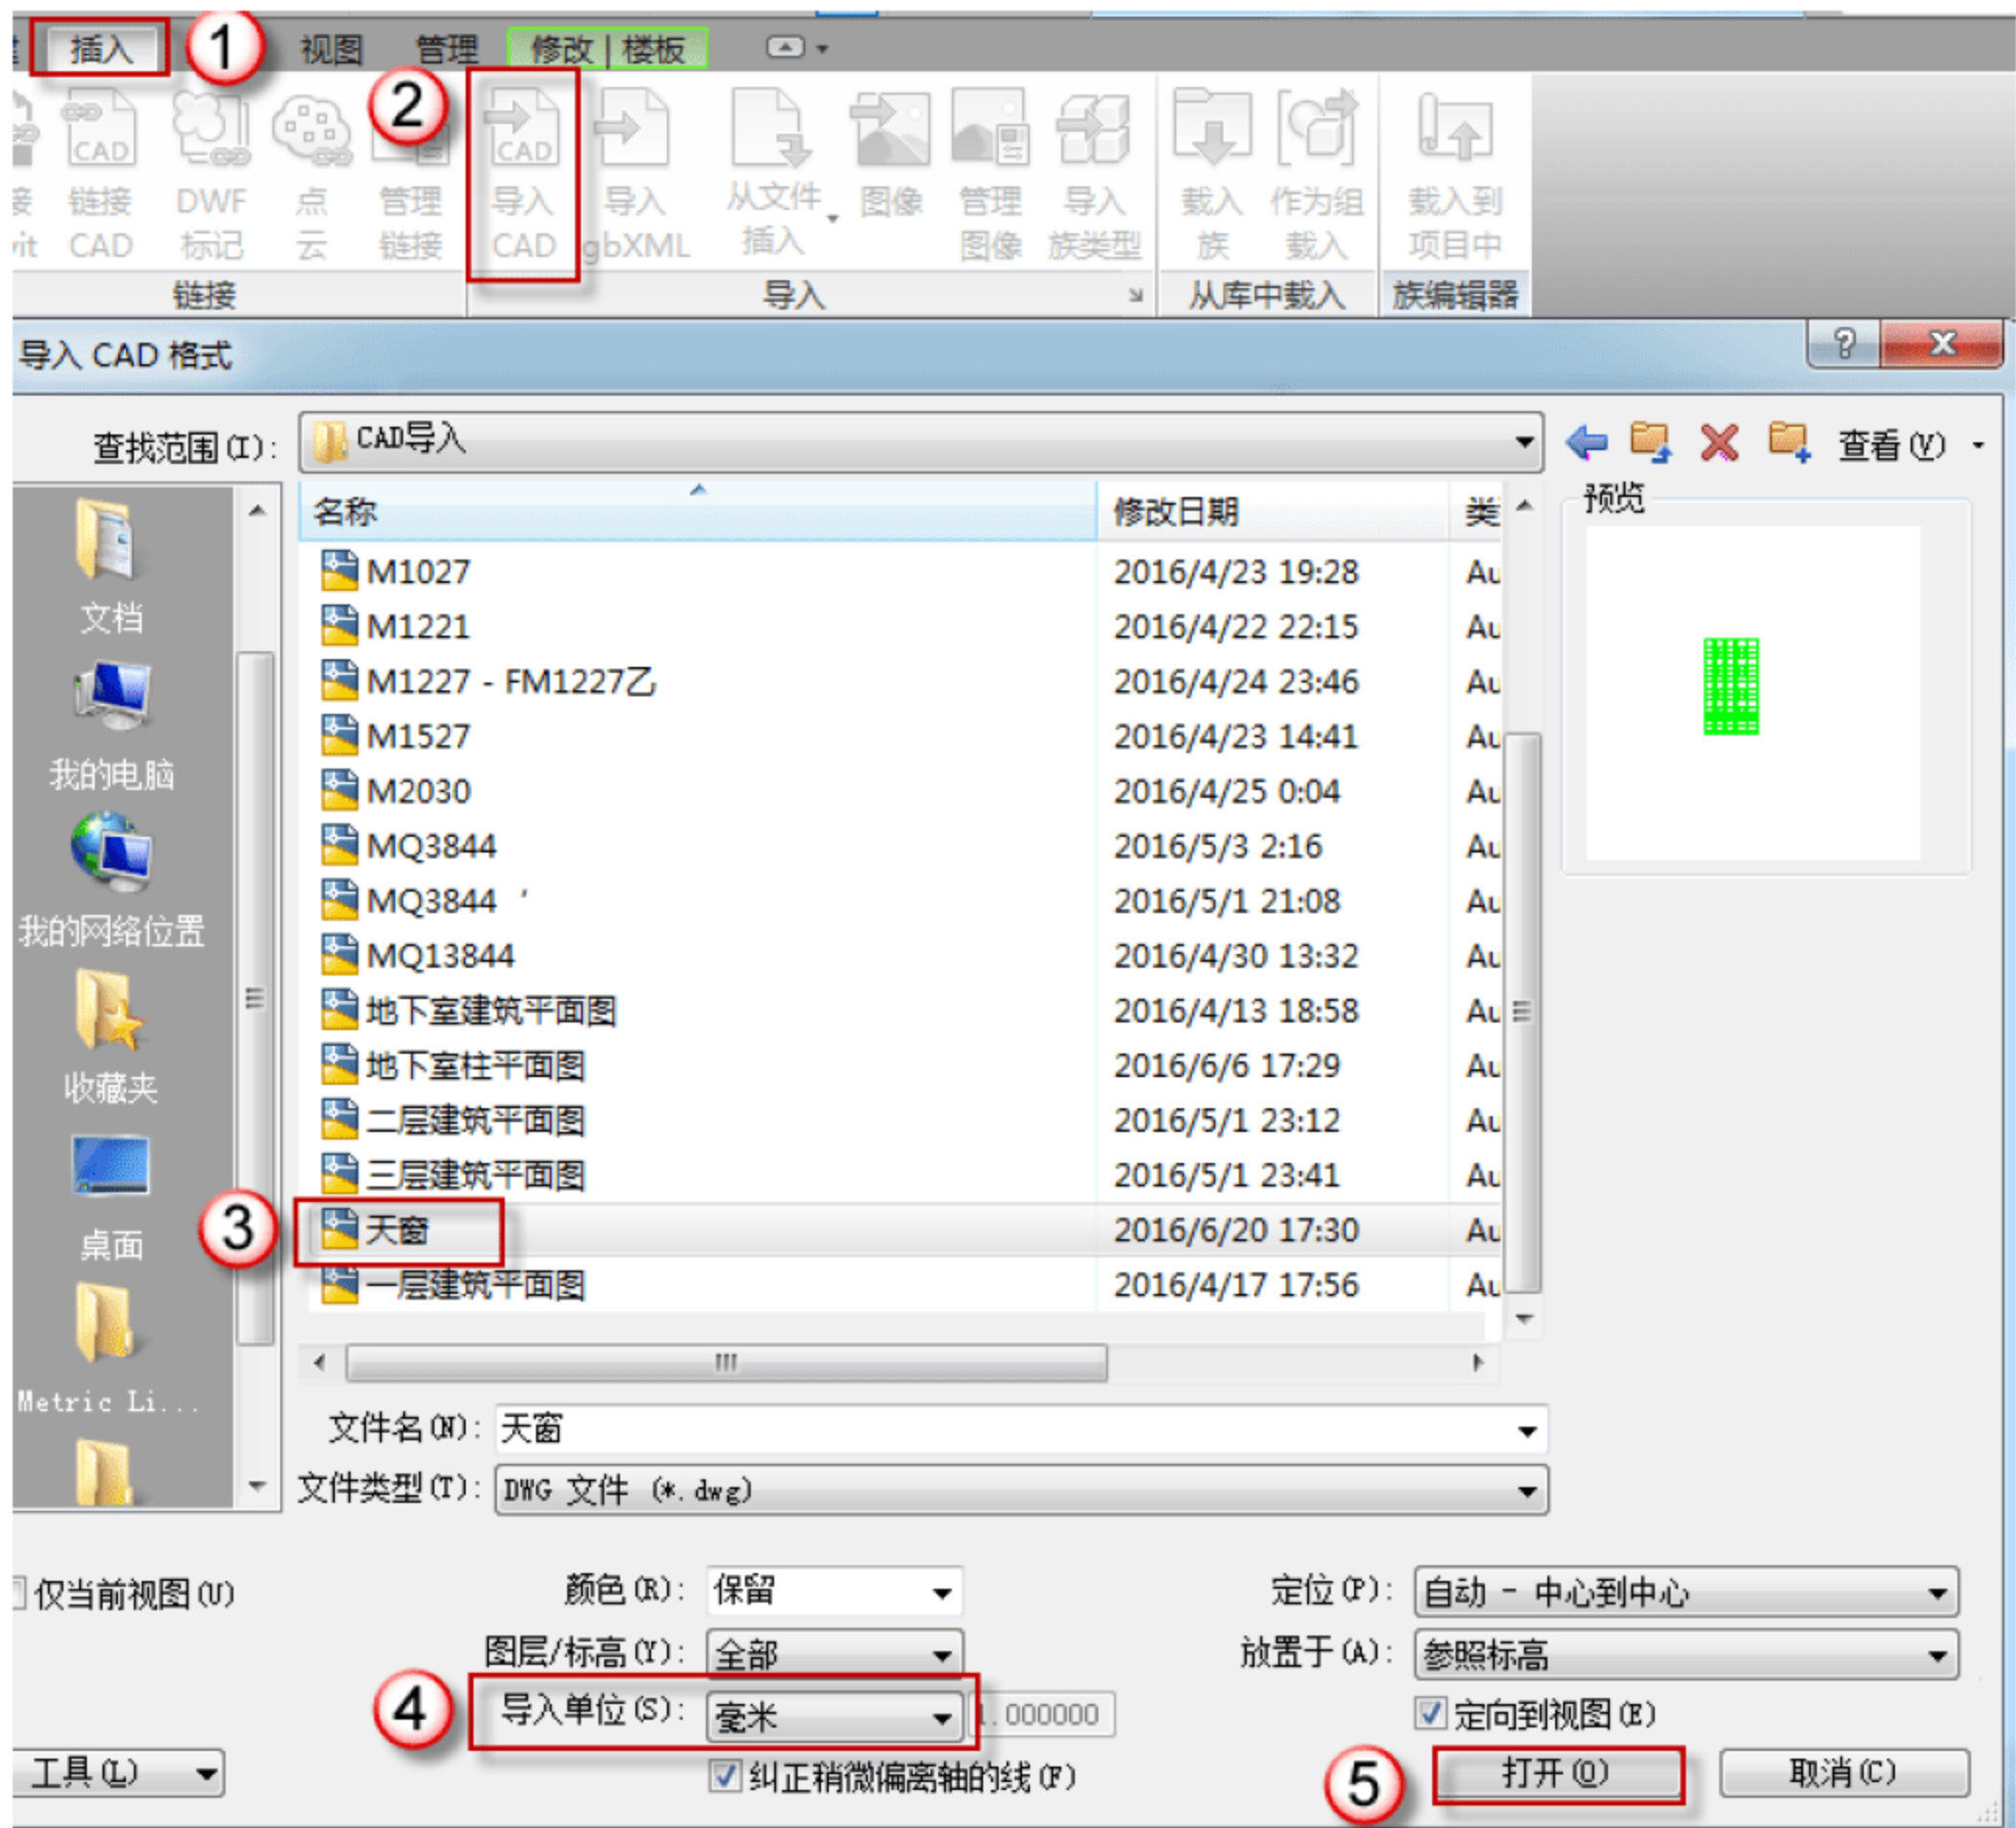

图 12.1.33 导入 CAD 图
(8) 导入 CAD。选择“插入”→“导入 CAD”命令，在弹出的“导入 CAD 格式”对话框中，找到“天窗”的 CAD 图，选择“导入单位”为“毫米”，单击“打开”按钮，如图 12.1.33 所示。